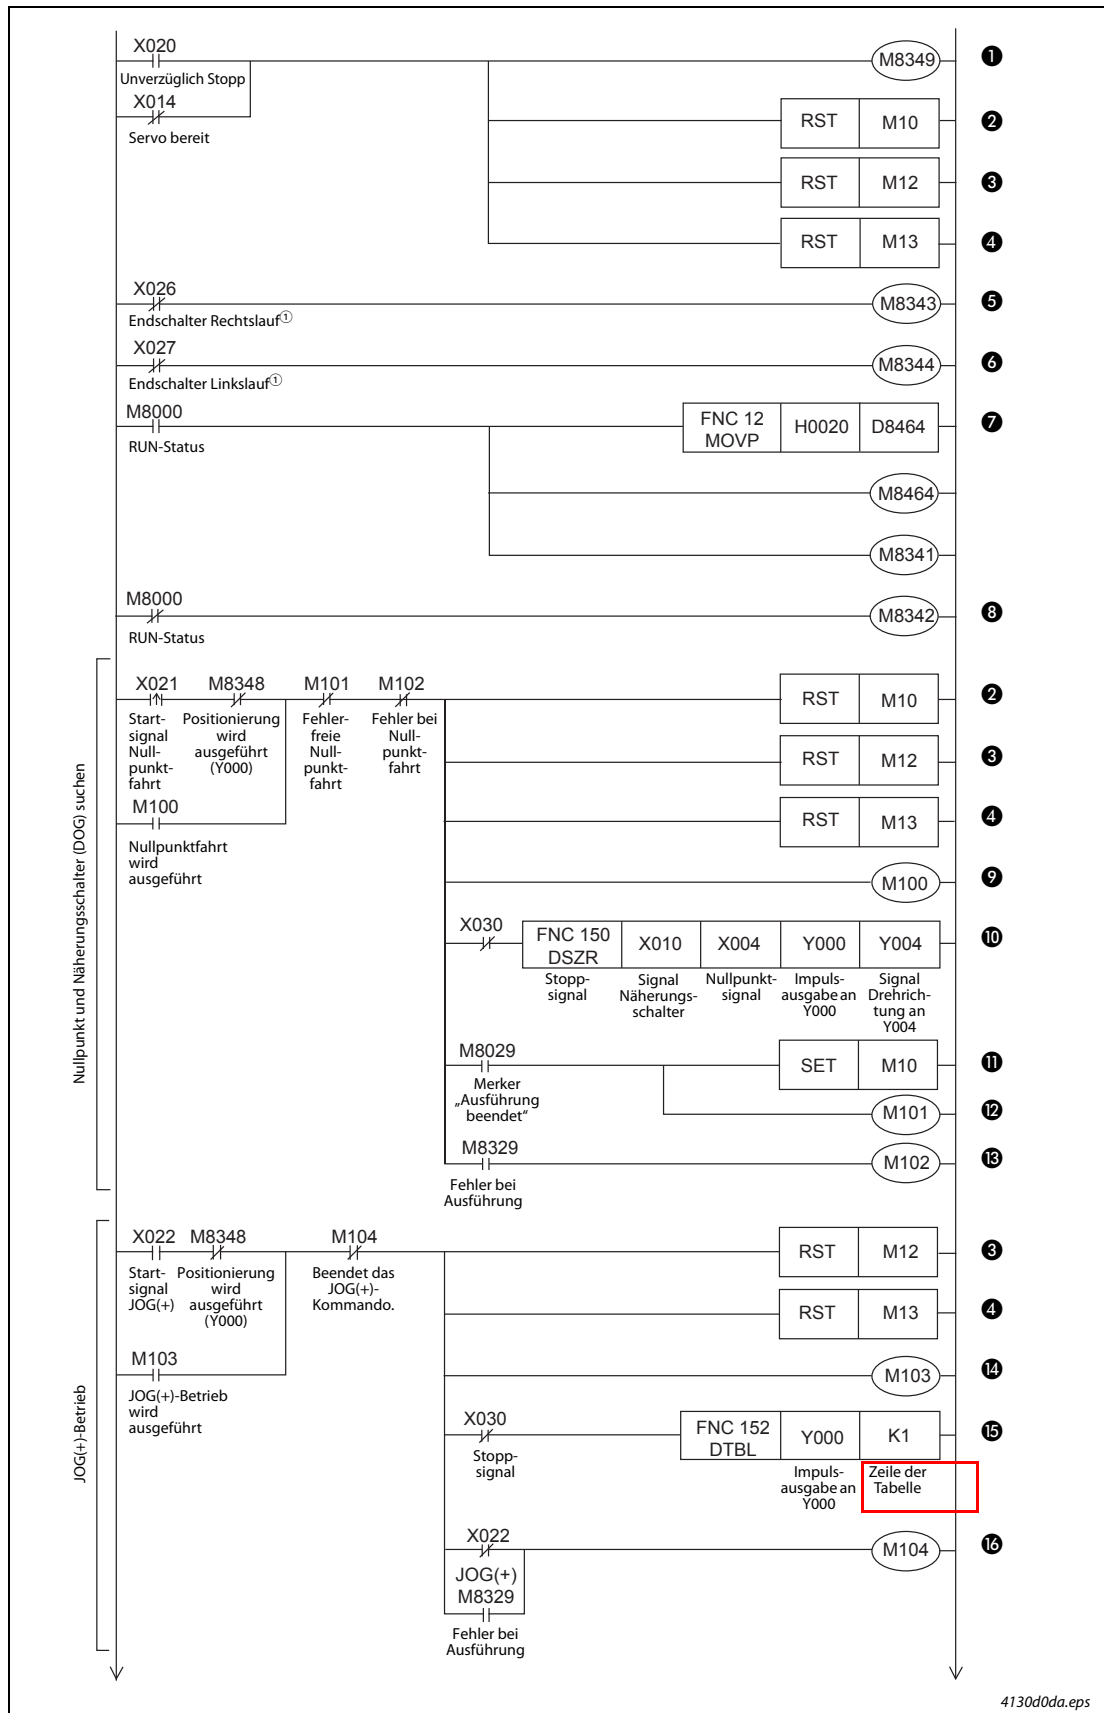

Abb. 4-14: Kontaktplan des Programmbeispiels (1)
- ⑤ Um die Einstellung der Parameter zu beenden, betätigen Sie die Schaltfläche **OK** und danach im Menü **FX-Parameter** die Schaltfläche **Ende**.
- ⑥ Erstellen Sie ein Kontaktplan-Programm wie in Abb. 4-14 gezeigt.
- ⑦ Nach der Programmierung wählen Sie im Hauptmenü **Online** den Unterpunkt **In SPS schreiben...**
Tab. 4-13: Beschreibung des Kontaktplans in Abb. 4-14